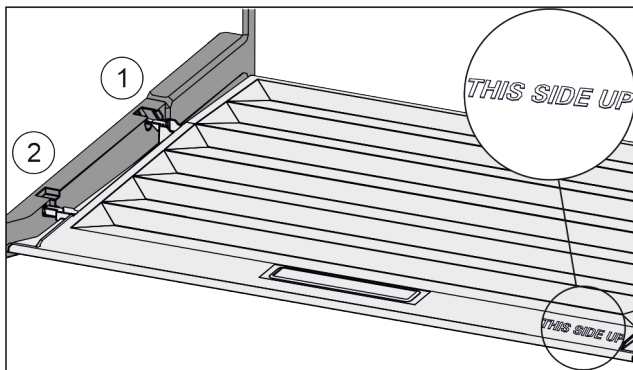

Fig. 69
- ▶ Introduire les rainures du couvercle par l'orifice du support arrière Fig. 69 (1) et les enclencher à l'avant dans le support Fig. 69 (2).